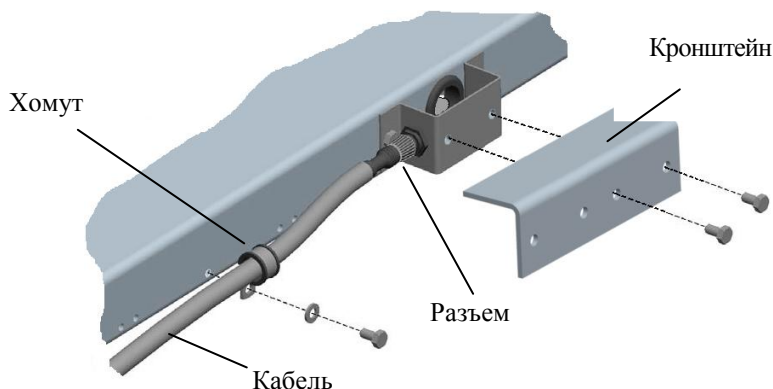

Рис. 4.1 - Подключение кабеля к модулю
4.2.1 Установить терминал в удобное для работы оператора положение. Терминалы могут устанавливаться на стойке, столе или стене (варианты крепления терминала A/4D приведены на Рис. 4.1 ).
4.2.3 Соединить терминал и модуль кабелем. Для защиты разъема модуля от случайных повреждений привинтить кабель к модулю хомутом и привинтить защитный кронштейн (Рис. 4.1).